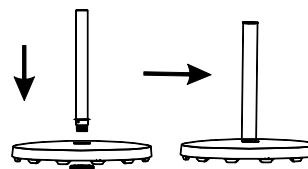

рис. 1
- Установите нижний сегмент опорной стойки на основание прибора. С нижней стороны основания закрутите фиксатор по часовой стрелке (рис. 1).